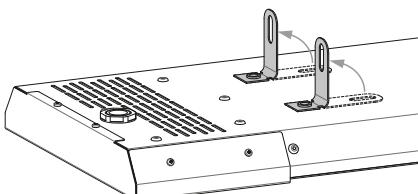

Рисунок 8. Отгибание петли подвеса
- 7.5. Для потолочного монтажа обогревателя отогните петли подвеса (см. рис. 8).